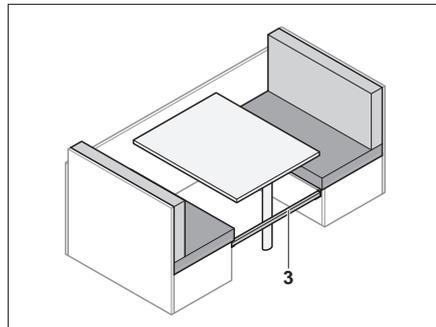

Bild 69 Verstärkungsplatte einsetzen
- Zusatzleiste (Bild 69,3) zwischen die Sitzbänke einsetzen.